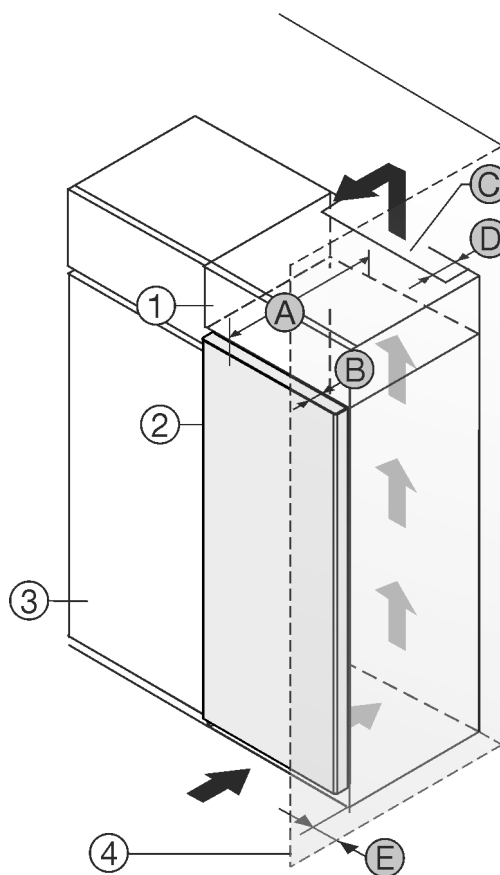

Fig. 1
- (1) Rehausse *
- (2) Appareil *
- (3) Placard de cuisine *
- (4) Mur *
- (A) Profondeur de l'appareil *
- (B) Profondeur de porte *
- (C) Section de ventilation *
- (D) Distance du dos de l'appareil *
- (E) Distance par rapport au côté de l'appareil *
Vous pouvez placer le réfrigérateur directement à côté de l'armoire de cuisine Fig. 1 (3)*
Une sortie d'air avec la profondeur Fig. 1 (D) doit être présente au dos de la rehausse sur toute sa largeur.*
La section de ventilation Fig. 1 (C) sous plafond doit être respectée.*
Si le réfrigérateur est installé avec les charnières près d'une paroi Fig. 1 (4), la distance entre le réfrigérateur et la paroi doit être d'au moins 13 mm.*
Pour pouvoir ouvrir complètement les portes, le réfrigérateur doit dépasser de la profondeur de la porte Fig. 1 (B) par rapport à la façade du placard. L'appareil peut déborder encore plus en fonction de la profondeur des placards Fig. 1 (3) et de l'utilisation de cales d'épaisseur.*